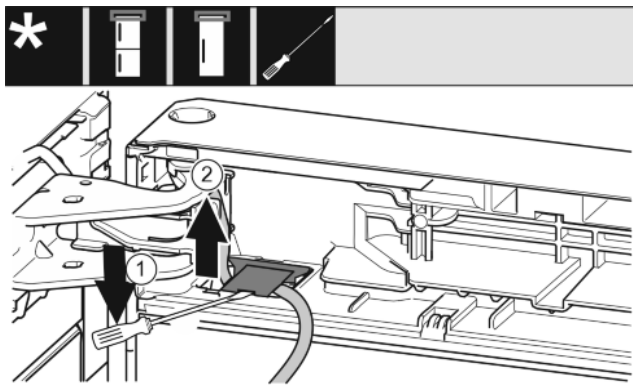

Fig. 17
- ▶ С плоската отвертка повдигнете и издърпайте капака. Fig. 17 (1)
- ▶ Издърпайте кабела. Fig. 17 (2)